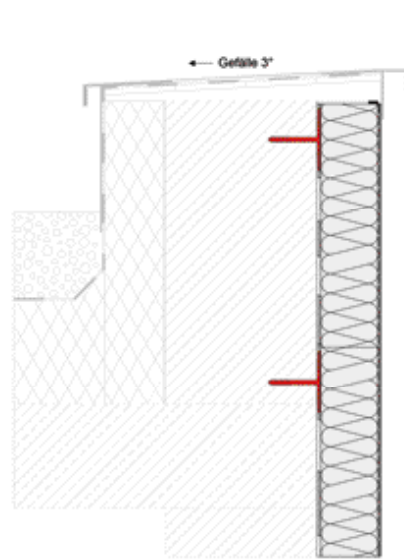

Abb. 39: Anschluss an Attikaverblechung
- Jegliche Überlappung von Textilglasgitter (z.B. Baumit TextilglasGitter zu Baumit FensteranschlussProfil/Baumit FensteranschlussProfil zu Baumit KantenSchutz) muss zumindest 10 cm betragen, siehe beispielsweise Abbildung 39.